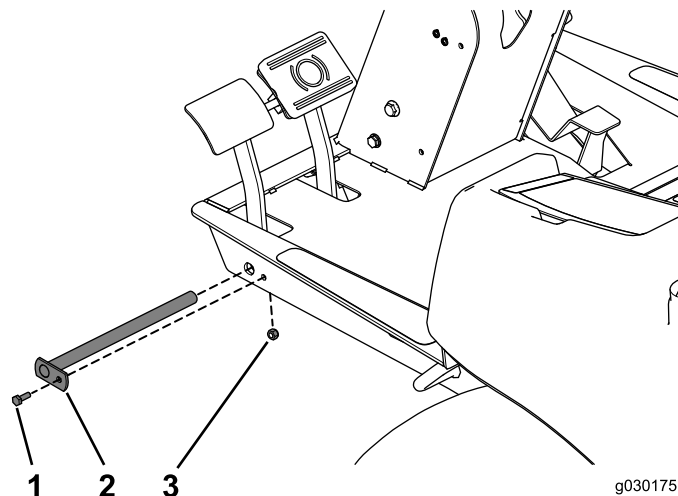

図 25
2. ボルト 1/4 x 3/4 インチとロックナットでピンを固定する 図 25。